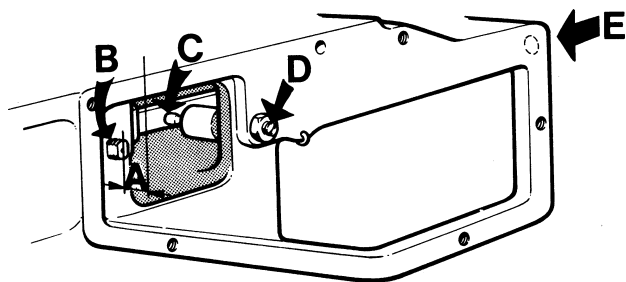

Figure 42. Mesurage du déplacement de la tige de réglage, MD3B
2. Mesurez la distance entre la surface de contact et la tige de réglage, lorsque cette dernière se trouve en position maxi. Remarque : Le dispositif de départ à froid ne doit pas être en fonction en cours de mesurage. Pour avoir la mesure correcte sur le MD3B, il faut commencer par faire venir de l'air comprimé (environ 1 kg/cm²) par le raccord E, voir figure 42.
3. La différence entre les deux cotes relevées ci-avant doit être de 8,2±0,1 mm pour MD3B, de 8,6±0,1 mm pour MD2B et de 9,1±0,1 mm pour MD1B. Réglez la course de déplacement de la tige de réglage en cas de nécessité en agissant sur la vis de réglage (D, figure 42).